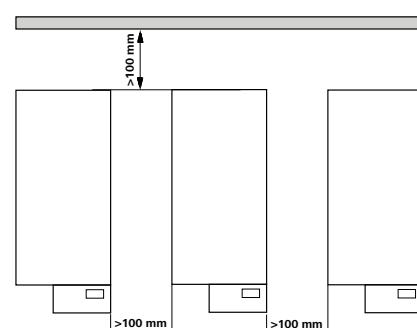

Fig. 2
- Starp ierīcēm, starp ierīci un sienu un vīrs instalācijas ievērojiet minimālo attālumu (min. 800 mm), (Fig. 2).